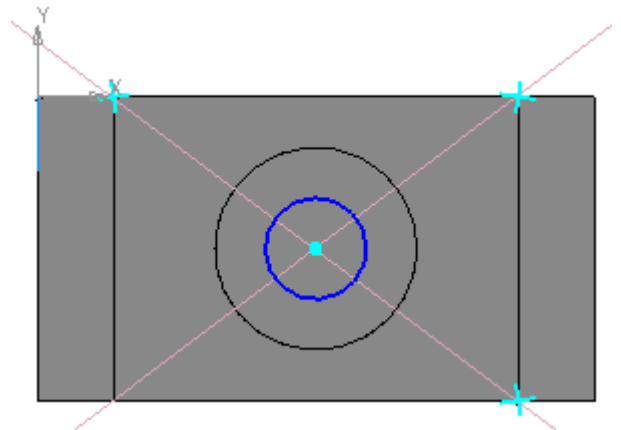

Рис. 7
- постройте окружность радиусом 10 мм ( $\Phi = 20$ ). Воспользуйтесь глобальной привязкой **Ближайшая точка** (рис. 7);